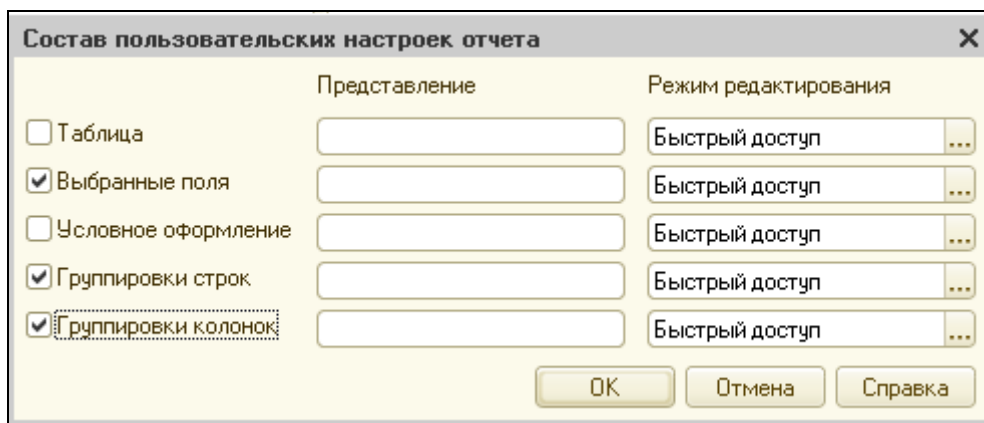

Рисунок 4.61 Состав пользовательских настроек
7. Произвести пользовательские настройки по образцу (рис.4.61). Нажать ОК.